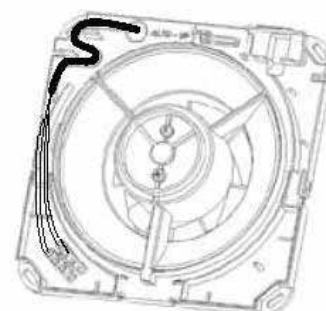

Рис. 11
4. Поместите кабель питания в подходящее отверстие (рис. 11).